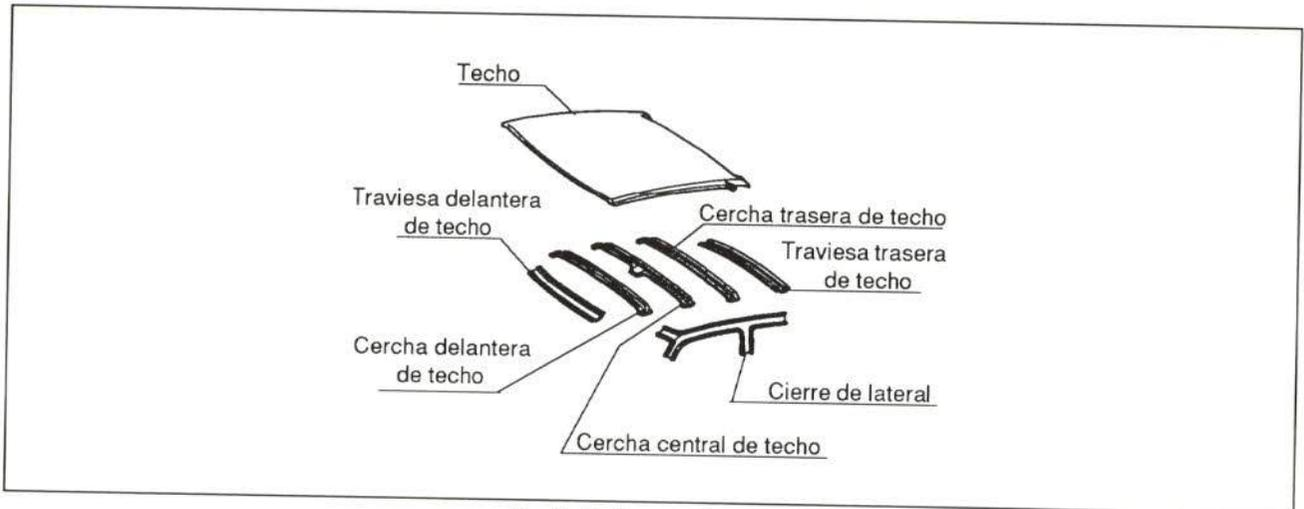

Fig. 7.- Refuerzos del techo
**3.1.- Techo:** Para proporcionar una mayor rigidez e indeformabilidad al habitáculo, el fabricante ha reforzado esta pieza con 5 traviesas. (fig. 7)